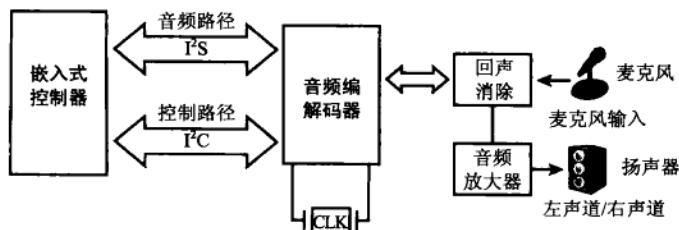

图13-2 嵌入式系统的音频连接
- I2S规范可从[www.nxp.com/acrobat\\_download/various/I2SBUS.pdf](http://www.nxp.com/acrobat_download/various/I2SBUS.pdf)下载，是飞利浦公司提出的编解码器接口标准。图13-2所示的嵌入式设备使用I2C将音频数据发送给编解码器。对编解码器的I/O寄存器的编程通过I2C总线进行。